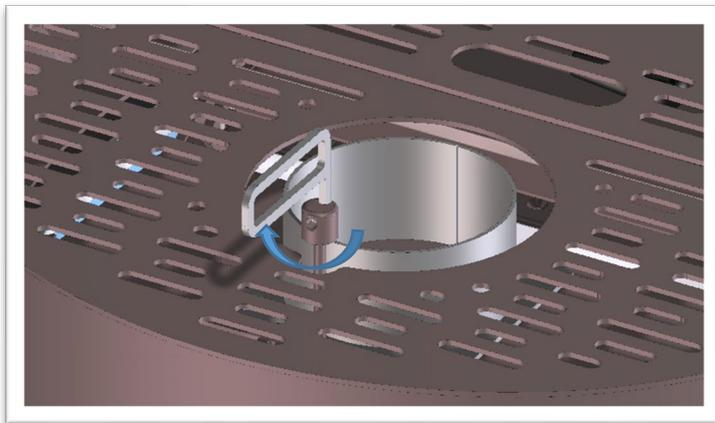

Abb. 24
5. Drehen Sie nach 15-20 Minuten mit dem Zubehör den Zündhebel in die Entriegelungsposition (Abb. 24) und senken Sie den Hebel ab. Entfernen Sie das mitgelieferte Zubehör.